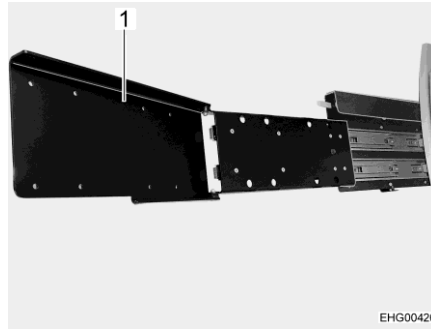

Bild 95 Utdrag (utdraget och nedfällt)
- För att vrida den platta bildskärmen till det bakre området: Fäll ner (Bild 95,1) utdraget.